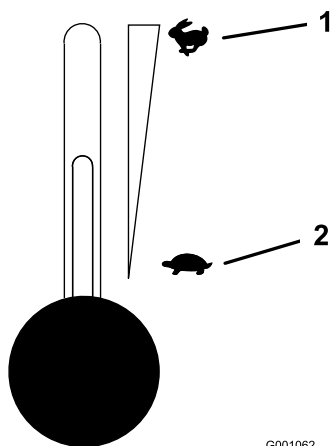

Figure 12
5. Réglez la manette d'accélérateur à mi-course entre les positions bas et haut régime (Figure 12).
2. Réglez la manette d'accélérateur à mi-course entre les positions bas et haut régime (Figure 12).